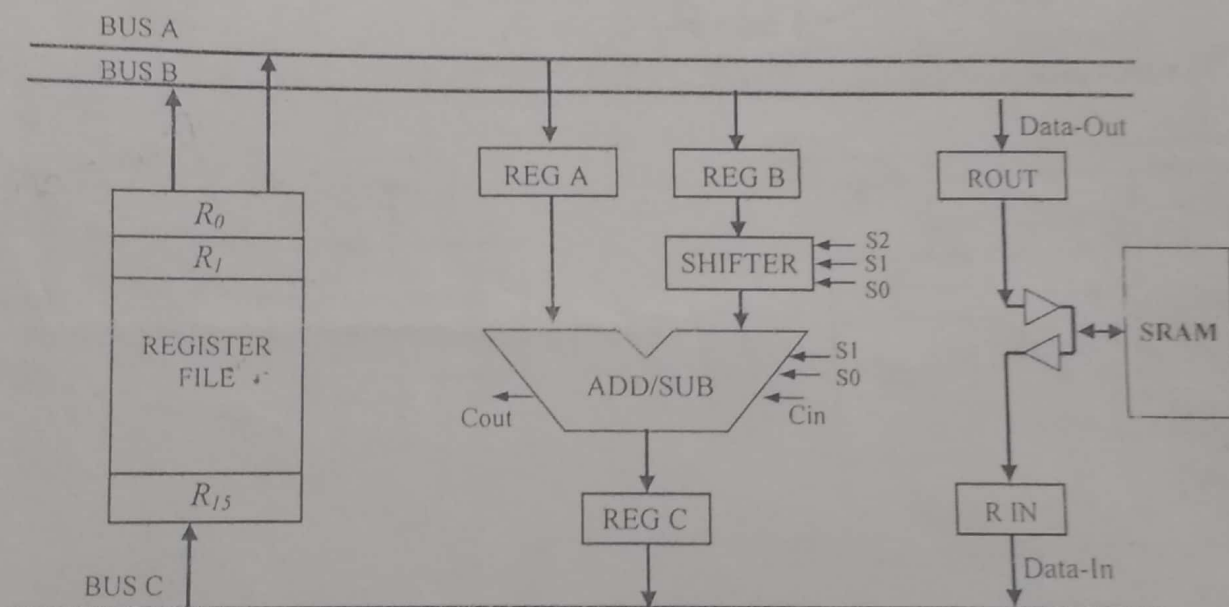

Figura 1: Procesador UV-ARM7
2. Diseñar un circuito controlador para realizar la división N/N bits en el procesador UV-ARM de la Figura 1. El dividendo se encuentra en R2, y el divisor en R3 del banco de registros. El cociente y el residuo deben ser almacenados en R4 y R5, respectivamente. RTL-ASM (20%) y prueba de escritorio: Dividendo = 110111 y divisor = 000111 (5%).
3. Diseñar un circuito controlador para realizar la multiplicación basada en el algoritmo de Booth radix-2. El multiplicando se encuentra en R2, y el multiplicador en R3 del banco de registros del procesador UV-ARM7 de la Figura 1. El producto debe ser almacenado en R4 y R5. ASM (20%) y prueba de escritorio: multiplicando = 1101 y multiplicador = 1101 (5%).